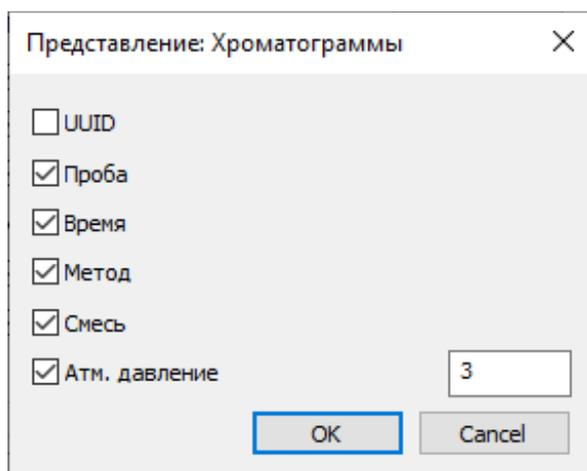

Рис. 19. Представление: Хроматограммы
- Чтобы настроить представление хроматограмм, напротив строки *Хроматограммы* нажмите **Настройки**. Откроется диалоговое окно (Рис. 19).